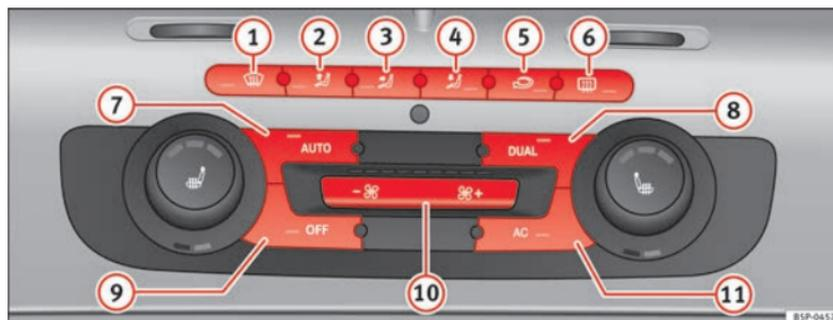

Abb. 130 In der Instrumententafel: Bedienelemente 2C-Climatronic
→ Abb. 130.
- Drücken Sie die Taste **AUTO** ⇒ Abb. 130. Am Display des Radios wird „AUTO High“ angezeigt (hohe Gebläsestufe).
- Drücken Sie die Taste **AUTO** ⇒ Abb. 130 erneut. Am Display des Radios wird „AUTO Low“ angezeigt (niedrige Gebläsestufe).